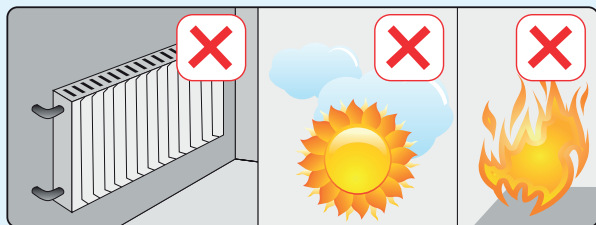

FIGURA 5
Mettere lontano da fonti di calore almeno un (1) metro. (stufa, stufa, stufa elettrica, ecc.) (Figura 5)